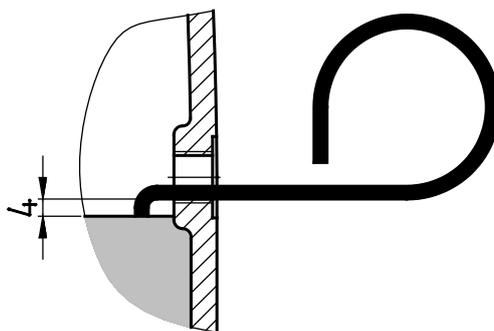

Figure 26 : Contrôle du niveau d'huile avec la jauge
2. Mesurer le niveau d'huile dans le réducteur à l'aide de la jauge à huile fournie (réf. : 283 2830050), tel que représenté dans la Figure 26. Ce faisant, maintenir à la verticale la partie de la jauge d'huile immergée. Le niveau d'huile maximal correspond au bord inférieur de l'alésage de niveau d'huile. Le niveau d'huile doit se situer env. 4 mm sous le bord inférieur de l'alésage du niveau d'huile. Plonger de nouveau la jauge dans l'huile.